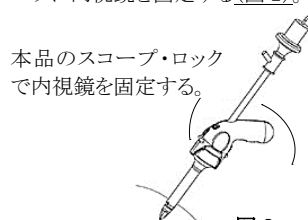

図 2
- (5) 本品に内視鏡を挿入する際、必要に応じて内視鏡(本申請外)を回転させる。また必要に応じて、本品のスコープ・ロックを用いてオブチュレータに内視鏡を固定する(図 2)。